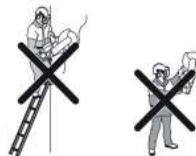

Рис. 31
- Никогда не режьте выше уровня плеч. Никогда не режьте с лестницы. Используйте платформу или подмости, если разрез выше уровня плеч (*рис. 31*);